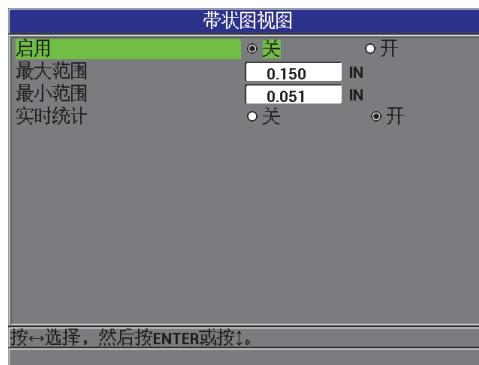

图 5-8 带状图视图屏幕
3. 在带状图视图屏幕中 (参见第 100 页的图 5-8):